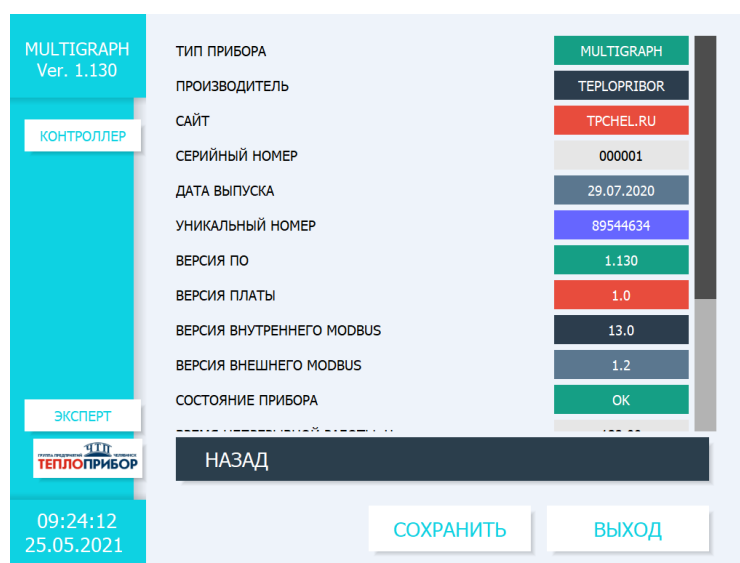

Рисунок 2.63 – Информация о модуле контроллера
1) Доступная пользователю информация о модуле контроллера, представлена на рис. 2.63. Для просмотра всей необходимой информации необходимо передвинуть ползунок окна вниз.